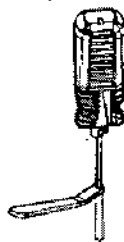

Figura 1
3. Establezca y mantenga la alineación axial del anclaje para suturas con el sitio de inserción taladrado. Gire el introductor para alinear la sutura a la posición deseada. Empuje y/o golpee suavemente el anclaje en el sitio utilizando el dispositivo de inserción. Siga empujando y/o golpeando el introductor del anclaje hasta que este a la misma altura que la corteza osea. La marca laser del eje del introductor se alinearía con el extremo proximal de la guía de perforación cuando el anclaje se haya introducido hasta la profundidad adecuada (Figura 1).